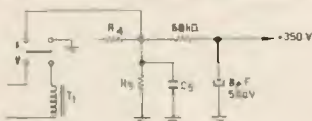

figura 3 (Vaghi)
Durante la costruzione io ho ridotto i valori di R16 e R18, e aumentato C13, ma è meglio montare prima i valori originali che indicato nello schema, ed in seguito diminuirli se si vuole un sincronismo più efficace (1). Poiché nel mio caso il filtraggio dell'AT 350 volt era insufficiente, ho modificato il circuito come si vede in figura 3 e ho sostituito S1 con un deviatore per scaricare rapidamente il condensatore da 8 μF quando si spegne l'apparecchio. D3 dovrebbe essere un OA5, io l'ho sostituito con un OA85 ma poiché questi diodi sono di tipo assai diverso, lo spegnimento della traccia di ritorno risulta scarso.